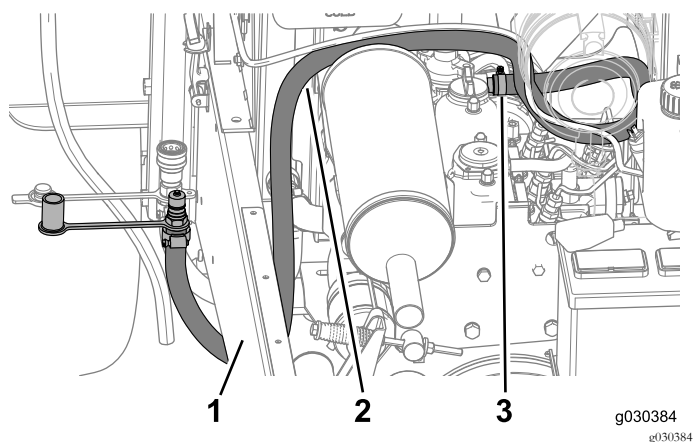

Figure 35
6. Branchez le flexible sur l'extrémité cannelé du raccord droit et fixez-le avec le collier (Figure 35).
7. Acheminez le grand flexible comme montré à la Figure 35.